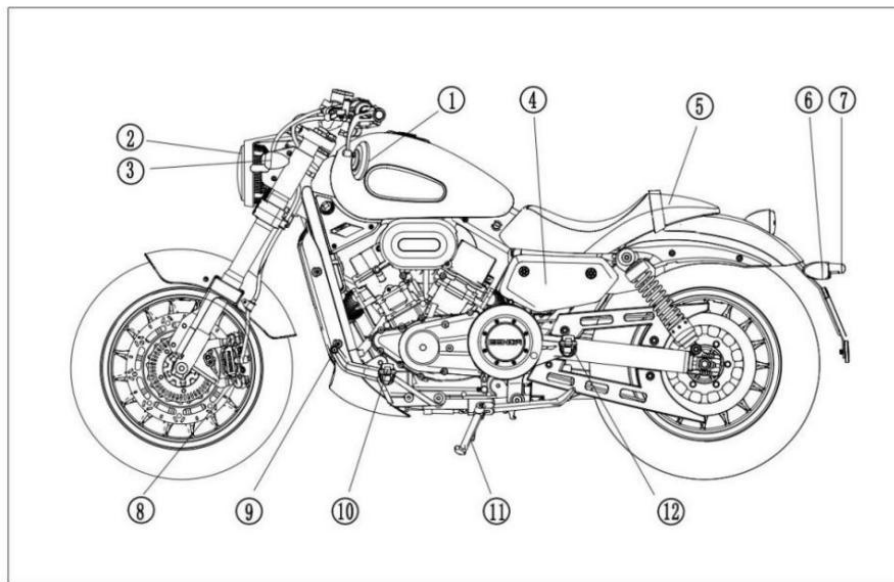

Fig.1
1. (Fig.1)
- ① Specchietto retrovisore SX
- ② Faro anteriore
- ③ Indicatore direzione singolo ant. SX
- ④ Batteria
- ⑤ Sella
- ⑥ Targa posteriore
- ⑦ Indicatore direzione singolo post. SX
- ⑧ Pinza freno anteriore
- ⑨ Leva cambio
- ⑩ Pedale anteriore SX